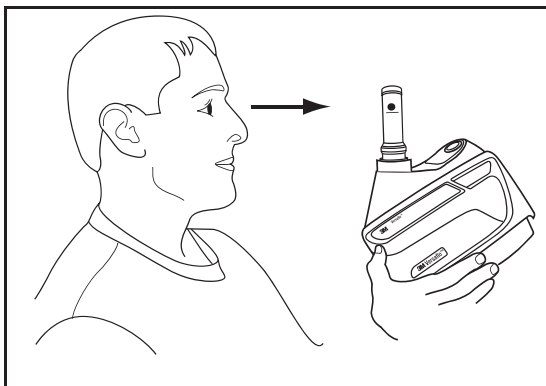

Fig. 15-2 Revisión de flujo de aire
- Con el indicador de flujo de aire en posición vertical, asegúrese que el fondo de la pelota flotante permanezca en, o arriba, de la marca de flujo mínimo para la "letra" que representa su "Zona" (Fig. 15-2). El indicador de flujo de aire debe estar en posición vertical para obtener una lectura exacta.